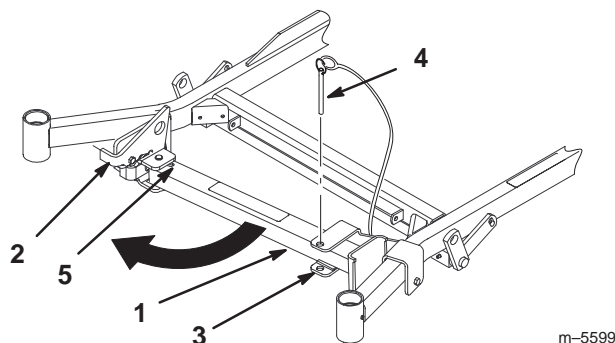

Figure 15
2. Retirez la goupille du support (Fig. 15).
3. Soulevez le verrou. Déployez le pied du support et poussez le support vers la machine, au bas de la fente (Fig. 15 et 16).
4. Ramenez le support à sa position de repos (Fig. 15).